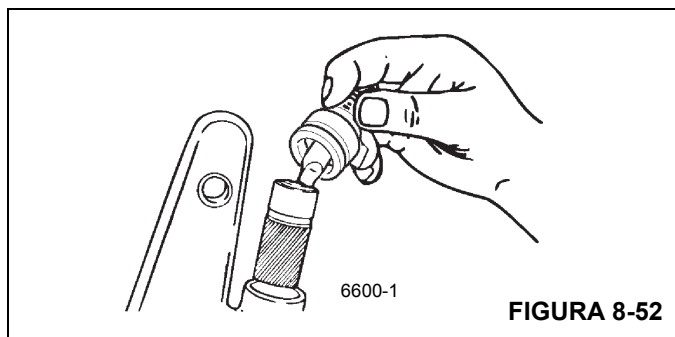

FIGURA 8-52
2. Remova a proteção da carcaça. Puxe o conjunto do atuador da carcaça (Figura 8-52).